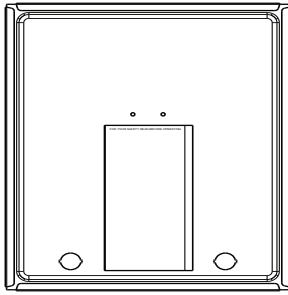

Fig. 30 – Emplacement du livret d'information
4. Retirez un des bouchons en caoutchouc inutilisés de l'orifice sur la boîte collectrice, à l'opposé du siphon de condensat. Consultez la Fig. 30.
REMARQUE : Notez le code d'état de la DEL AVANT de retirer le panneau d'accès à la soufflante ou de couper l'alimentation de 115 V de la chaudière. Pour obtenir la légende des codes d'entretien, consultez la brochure à l'intérieur du panneau de service de la chaudière. Consultez la Fig. 30.